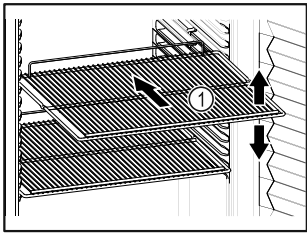

Fig. 78 Primjer izgleda
- Ako su rešetke za polaganje Fig. 78 (1) pomične, prilagodite ih po visini.